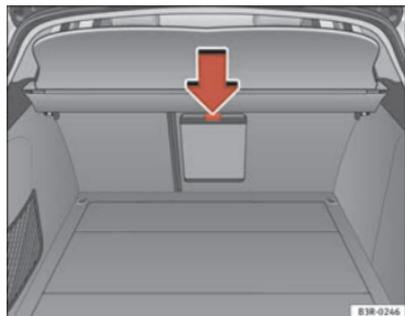

Abb. 128 Ausschnitt der Rückbank von hinten: Deckel der Durchladeeinrichtung
- Die Entriegelungstaste für den Deckel der Durchladeeinrichtung ⇒ Abb. 128 -Pfeil- drücken und ihn nach unten schwenken.